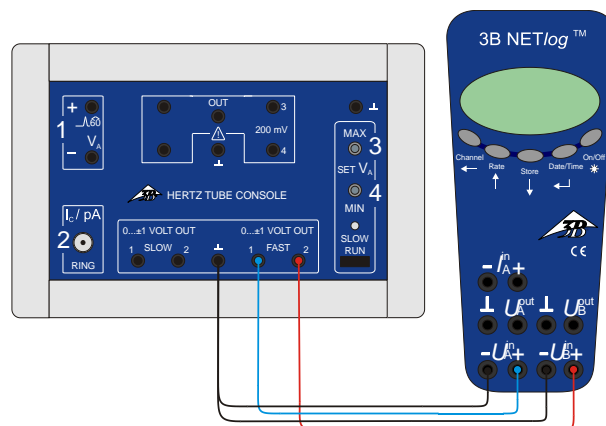

Fig. 2 Raccordement de l'interface 3B NET/log™ à l'unité de commande pour tubes à potentiels critiques
- Raccordez la sortie Fast 1 de l'unité de commande à l'entrée A et la sortie Fast 2 à l'entrée B de l'interface 3B NET/log™. (voir Fig. 2)